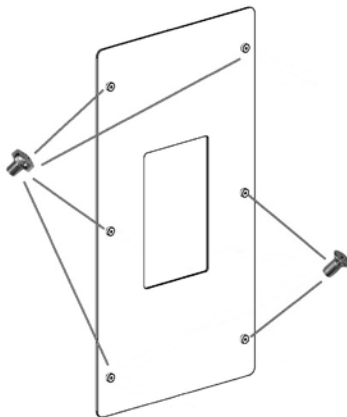

Fig. 41 - Avvitare le viti
- Avvitare le viti sulle boccole presenti sul vetro: n.4 viti con testa tonda e n.2 viti con testa piana (vedi **Fig. 41**).